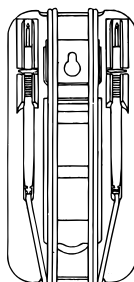

Рис. 6.6
2. Использовать для фиксации 2-х измерительных щупов при хранении тестера (рис. 6.6).